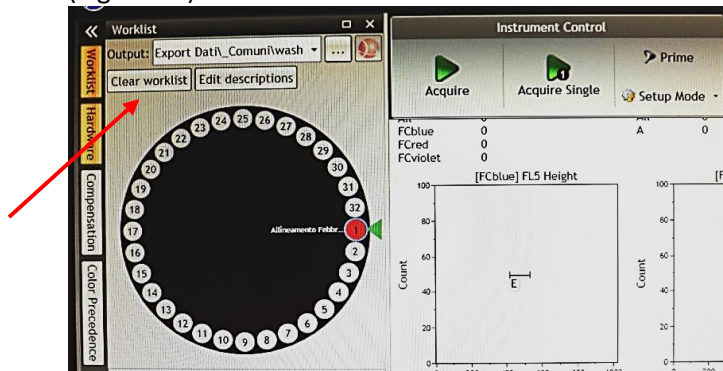
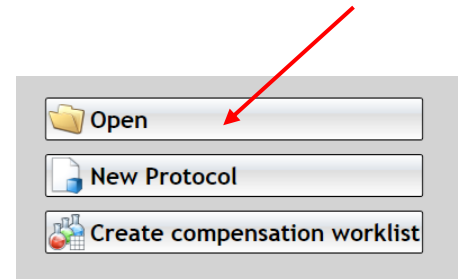

Figura 12
Figura 13
1.3.2. Senza chiudere il programma di acquisizione, cliccare su "Clear worklist" (Figura 12) e poi "Open" (Figura 13).